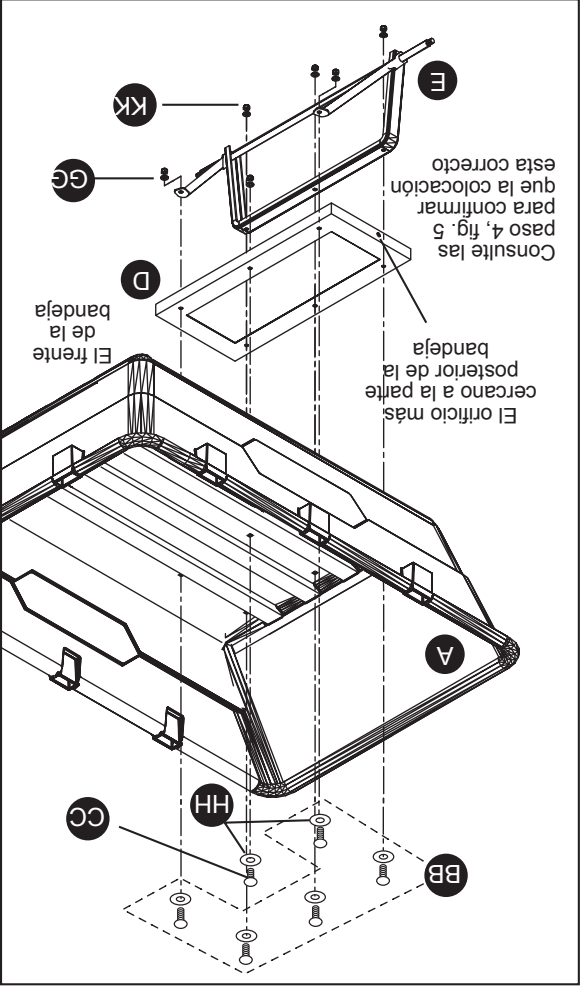

Fig. 7
5. Attach the rear axle assembly (E) with the rear struts (C) and the rear frame (D) to the tray (A) using five M8 x 38 carriage bolts (BB), one M8 x 35mm carriage bolts (CC), six M8 lock nuts (KK), six M11 washers (HH), and six M8 washers (GG), as shown in Fig. 7.
Use the one M8 x 35mm carriage bolts (CC) in the front center location of the rear frame (D), as shown in Fig. 7.
5. Fije el ensamble del eje posterior (E) con los puntales posteriores (C) y la estructura posterior (D) a la bandeja (A) con pernos cabeza de hongo M8 x 38 mm (BB), un perno cabeza de hongo M8 x 35 mm (CC), seis contratuercas M8 (KK), seis arandelas M11 (HH), y seis arandelas M8 (GG), como se muestra en la Fig. 7.
Use el perno cabeza de hongo M8 x 35 mm (CC) en la parte central delantera de la estructura posterior (D), como se muestra en la Fig. 7.